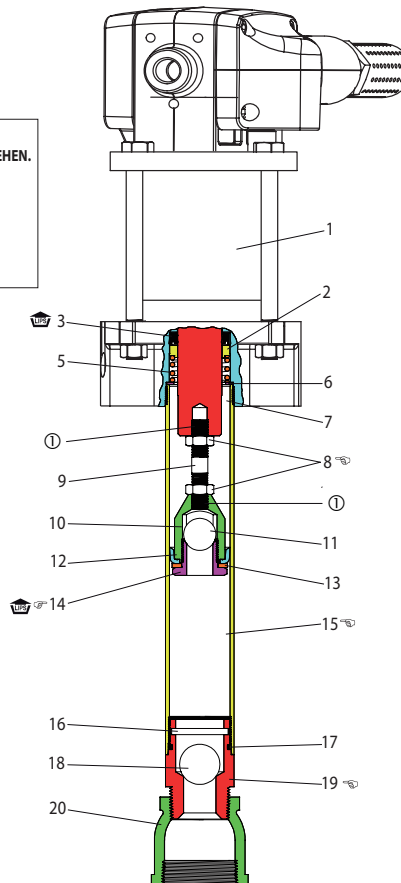

Abbildung 3
- (3) Dichtungs-(2) Distanzstück, (5) Feder und (6) Unterlegscheibe in den Hohlraum im Boden des Motors einbauen. **HINWEIS:** Siehe Abbildung 3, Seite 4 für Ausrichtung des Dichtungsrandes.
- Für AF0409A13XXXX: Mutter und Kolbenstange sowie Komponenten am Motorgestänge montieren, Mutter am Motorgestänge festziehen. Vor der Montage Loctite 242 auf die Gewinde der Gewindestange aufbringen. **HINWEIS:** Mutter mit 81,3 - 94,9 Nm (60 - 70 ft lbs) festziehen, siehe Abbildung 3, Seite 4.